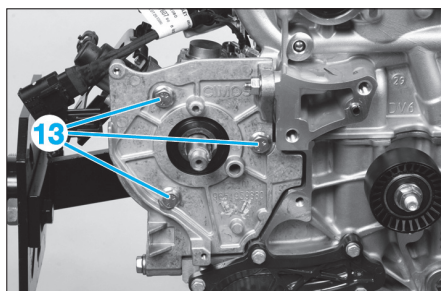

Fig. 33
- l'écrou (12),
- la poulie (11),
- les 3 vis (13) (Fig.33),